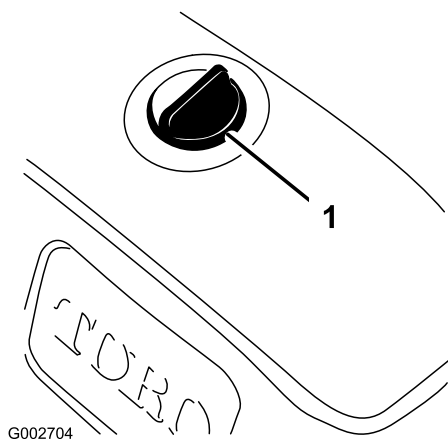

Рисунок 39
3. Очистите область вокруг крышки гидравлического бака, чтобы исключить попадание мусора в бак (Рисунок 39).